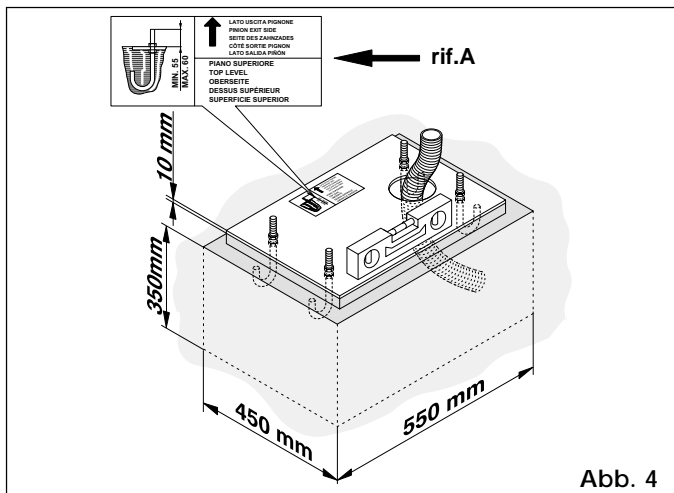

Abb. 4
- 1) Die Anbringung der Fundamentplatte muß nach Angaben von Abb. 4 erfolgen.
- 2) Die Fundamentplatte nach Angaben in Abb. 4 Pos. A einrichten.
- 3) Gründungspfahl gem. Abb. 4 herstellen und beim Einmauern der Fundamentplatte ein bzw. mehrere Schutzrohre zum Verlegen der elektrischen Kabel einziehen. Mit einer Wasserwaage die Ebenheit der Fundamentplatte überprüfen. Solange warten, bis der Zement abgebonden hat. una livella.